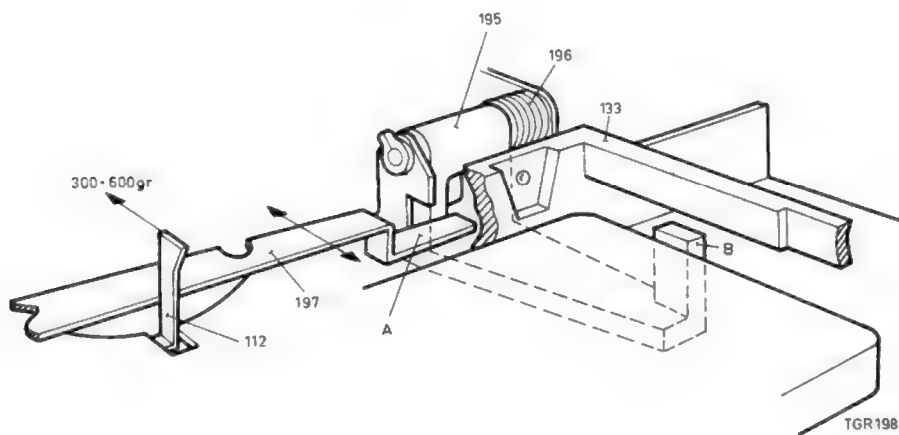

Fig. 22
#### Controle van de aandrukkracht van beugel pos. 112 (zie fig. 22)
In de stand "opname" en "weergave" wordt de onderste cassette door beugel pos. 112 stevig naar voren gedrukt. De kracht waarmee deze beugel de cassette naar voren drukt moet 300 tot 600 g bedragen (zie fig. 22). Is deze kracht kleiner dan moet veer pos. 111 vervangen worden. Ook moet gecontroleerd worden dat tijdens weergave rol pos. 113 commandoschijf pos. 70 niet raakt.
#### Instelling beugel pos. 197 (zie fig. 22)